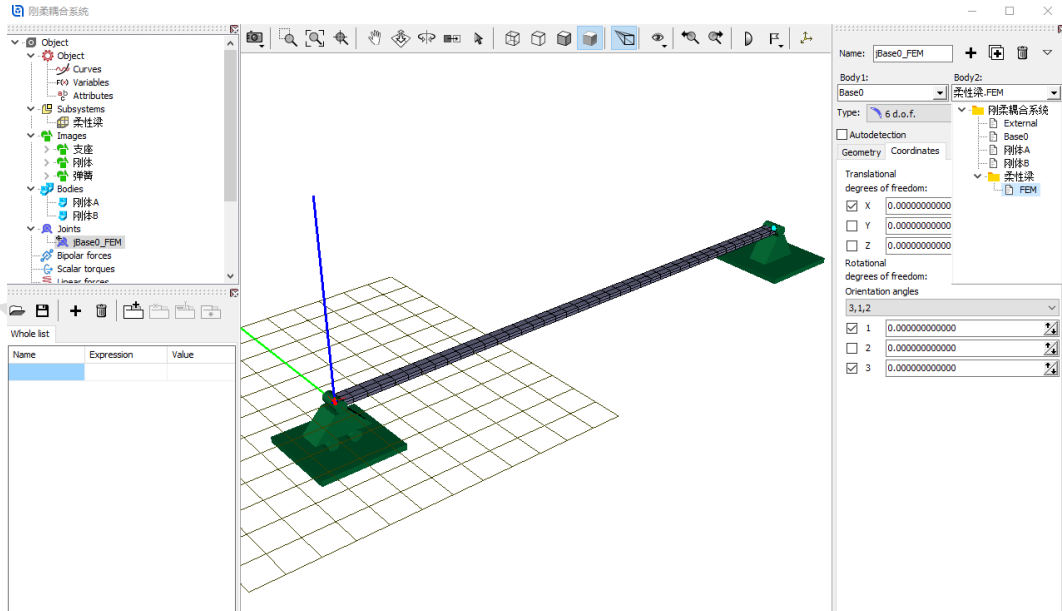

图 2-108
- 7) 创建第一个铰，**Body1** 选择 **Base0**，**Body2** 选择**柔性梁.FEM**，**Type** 为 **6 d.o.f.**，**Body1** 和 **Body2** 的铰点坐标都是**原点**，在 **Coordinate** 页面定义三个自由度，分别是沿 **X** 轴平动和绕 **Y**、**Z** 轴转动，如图 2-108。